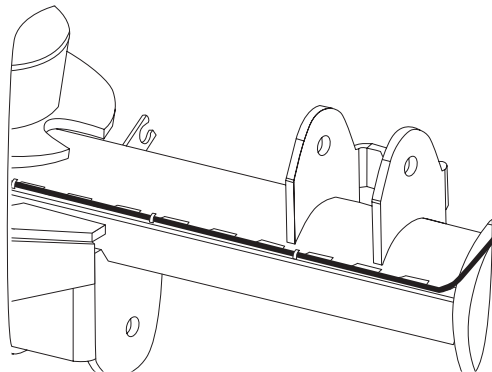

Рис. 3
12. Установите штатные тормозные трубки заднего моста. Вдоль балки моста протяните тормозные трубки по верхней стороне перфорированной рейки и закрепите на ней нейлоновыми стяжками (хомутами) **[14] (Рис. 3)**.